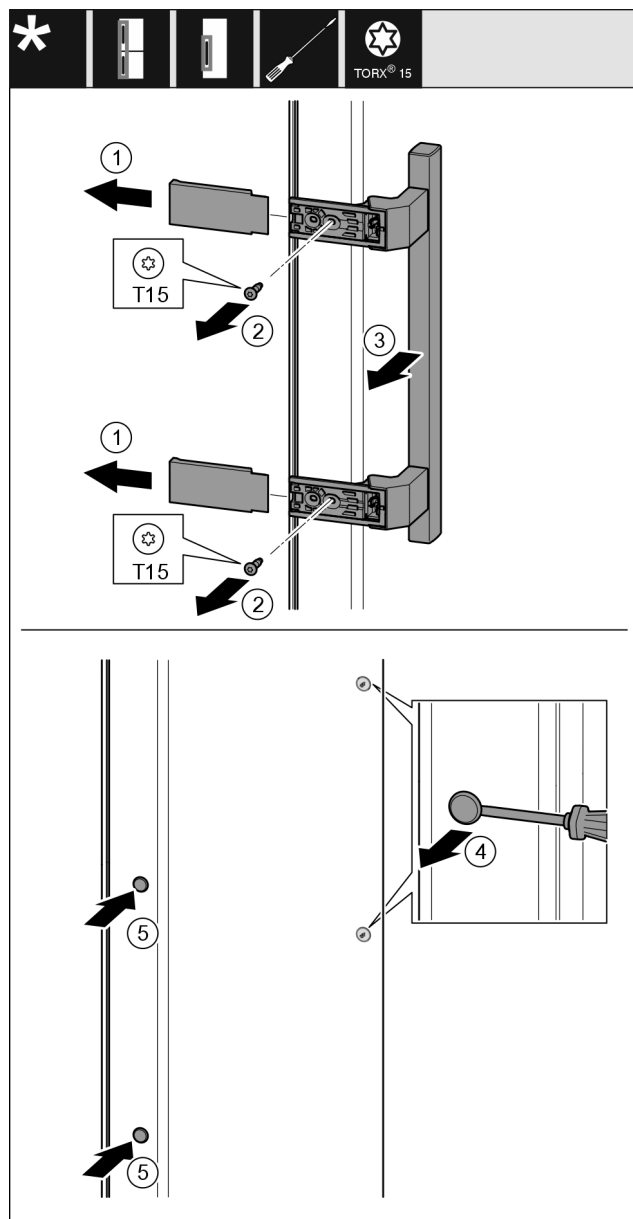

Fig. 52
- ▶ 拆下盖板 Fig. 52 (1)。
- ▶ 用螺丝刀将螺钉 Fig. 52 (2) 旋开。
- ▶ 取下把手 Fig. 52 (3)。
- ▶ 用带槽螺丝刀小心地提起侧边的堵头 Fig. 52 (4) 并将其拉出。
- ▶ 将堵头 Fig. 52 (5) 重新放入另一个侧。